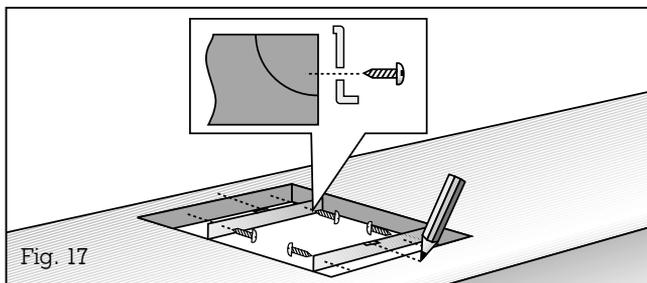

Fig. 17
– **Repérez avec précision le milieu de la découpe.** Fixez les rails de fixation des deux côtés de la découpe. Fixez les rails de fixation sur les bords avant et arrière de la découpe. Vérifiez que les ergots du rail de fixation reposent sur le plan de travail et que la marque du milieu du rail coïncide exactement avec la marque du milieu du plan de travail (fig. 17).